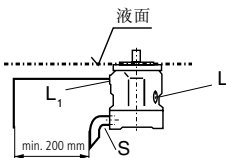

图 1
- 当油箱的最低液面和泵的安装法兰面同高或更高时，将“L”口堵死并将“L₁”和“S”打开；推荐“L₁”和“S”口如图1接上管道。